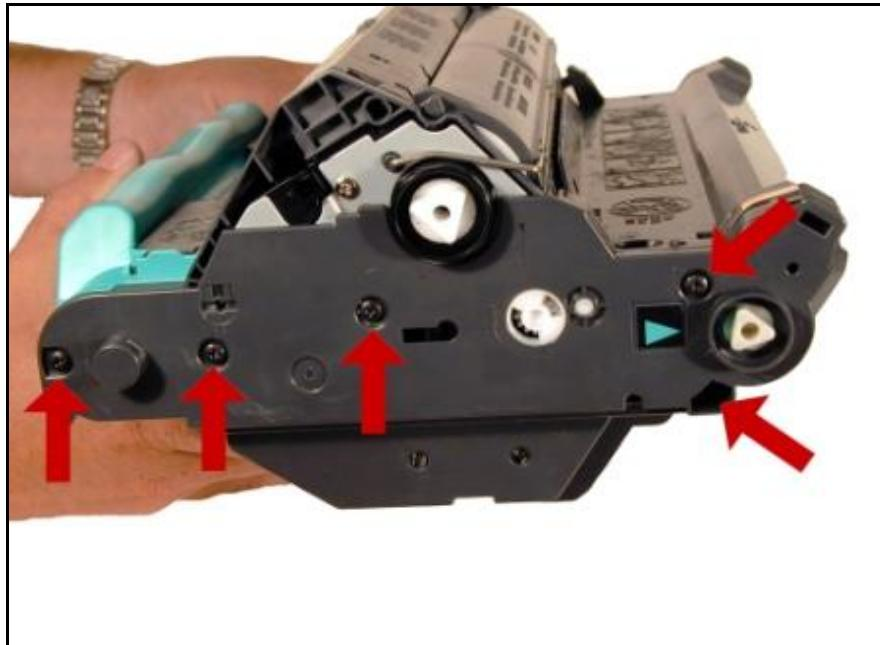

Ilustración 6
4. Retire la cubierta lateral. Observe el contacto cúbico alargado, este también se liberará. Ver ilustración 6